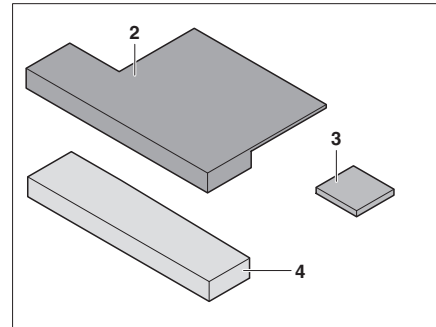

Fig. 188 Cojín adicional
- Colocar un travesaño (Fig. 188,3) al cojín adicional (Fig. 188,2) (con cierre de velcro).